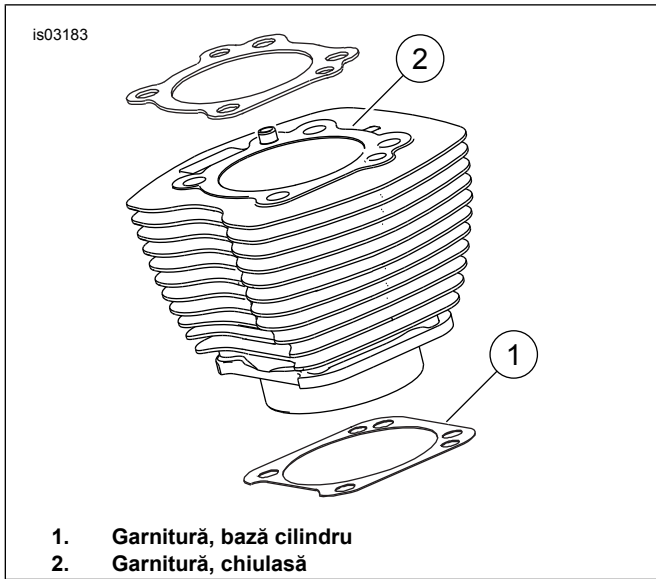

Figura 1. Garnituri cilindru
Figura 1. Garnitura de bază de 4,060 inci (1) și garnitura de chiulasă (2) elimină necesitatea garniturilor inelare. Nu utilizați garnituri inelare pe diblurile cilindrului sau pe cepul cilindrului.